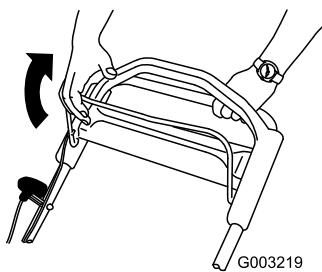

Figura 17
- Sujete la barra de control de la cuchilla contra el manillar (Figura 17).